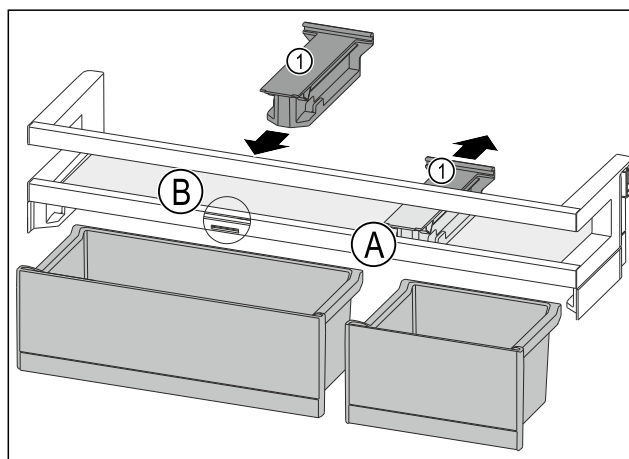

Fig. 190
- ▶ Pridržni dio Fig. 190 (1) u položaju Fig. 190 (A) skinite prema natrag.
- ▶ Pridržni dio Fig. 190 (1) umetnite u položaj Fig. 190 (B).